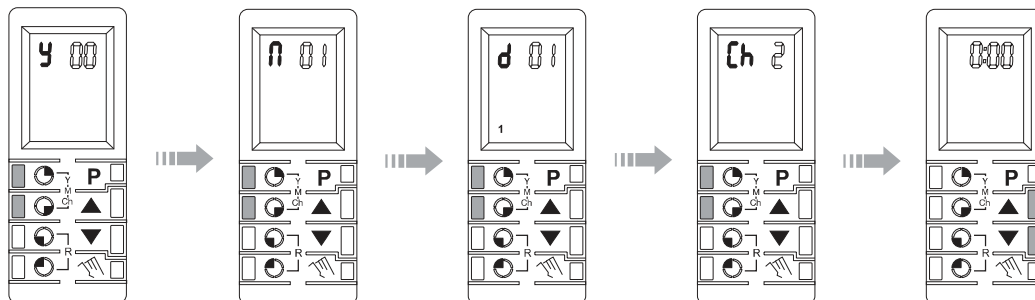

fig. 6
### 6 - DETERMINACIÓN DE LA FECHA Y LA HORA ACTUALES (fig.6)
**NOTA:** las visualizaciones que aparece en la fig.6 se obtienen después de un **RESET**; si se modifican los valores, en el display del aparato aparecerán el año, el mes, etc. Actuales.